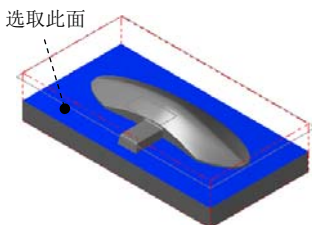

图 9.20 选取干涉面
(3) 单击 **检测** 区域中的 按钮，选取图 9.20 所示的面为干涉面，然后按 Enter 键。
(4) 单击 按钮，完成加工区域的设置，同时系统弹出“曲面残料粗加工”对话框。